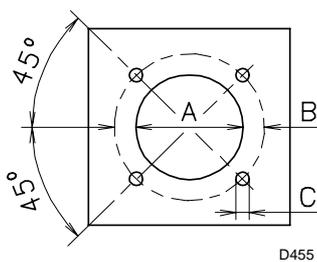

Abb. 11
Die Abdeckplatte der Brennkammer wie in (Abb. 11) gezeigt vorbohren.
- Wie in Abb. 11 gezeigt, den ganzen Brenner in das vorher vorbereitete Loch am Heizkessel einstecken und mit den mitgelieferten Schrauben befestigen.